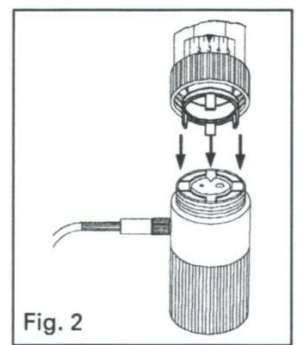

Fig. 2
設定された容量は容量表示窓から容易に確認することができます。図2のように表示窓の位置を変更するには、はじめに分注動作を繰り返し行い、ディスペンサー内部に液が残っていないことを確認してください。リング⑩を緩め、ディスペンサー上部を持ち上げてください。表示窓の取り付け位置は4つ（左、右、前、後）のポジションから選択できます。適切な表示窓の位置を選び、再度組み立ててください。ディスペンサー上部は、⑫の凹み部分とぴったりと合います。従って、組み立て時に絶対無理な力をかけないでください。最後に、リング⑩がしっかりと固定しているか確認してください。